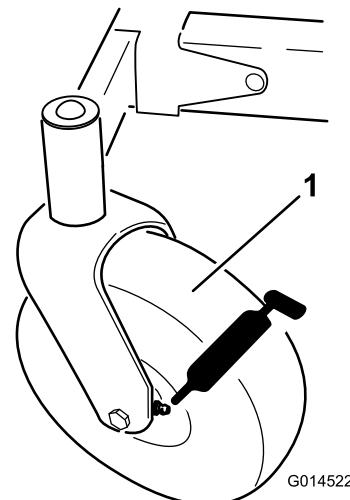
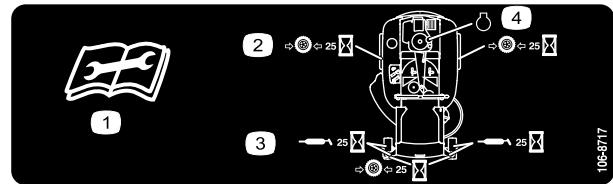

Figura 29
Figura 30
3. Limpie con un trapo los puntos de engrase (Figura 29 y Figura 30). Asegúrese de rascar cualquier pintura que hubiera sobre los puntos de engrase.
4. Conecte una pistola de engrasar a cada punto de engrase (Figura 29 y Figura 30). Bombee grasa hasta que empiece a rezumar grasa de los cojinetes.